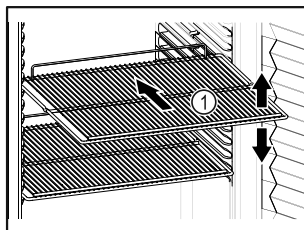

Fig. 55
- Nëse raftet me rrjetë Fig. 55 (1) mund të zhvendosen, atëherë përshtatini sipas lartësisë.